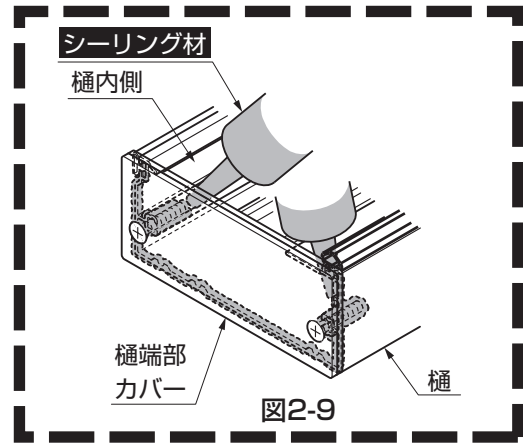

図2-9
- ④ 樋端部内側をシーリング処理してください。(図2-9参照)